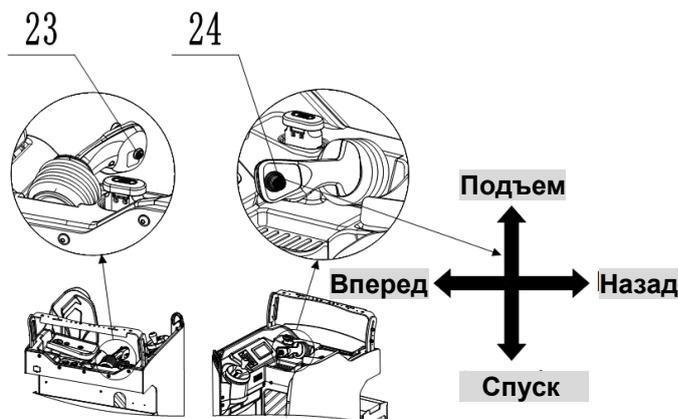
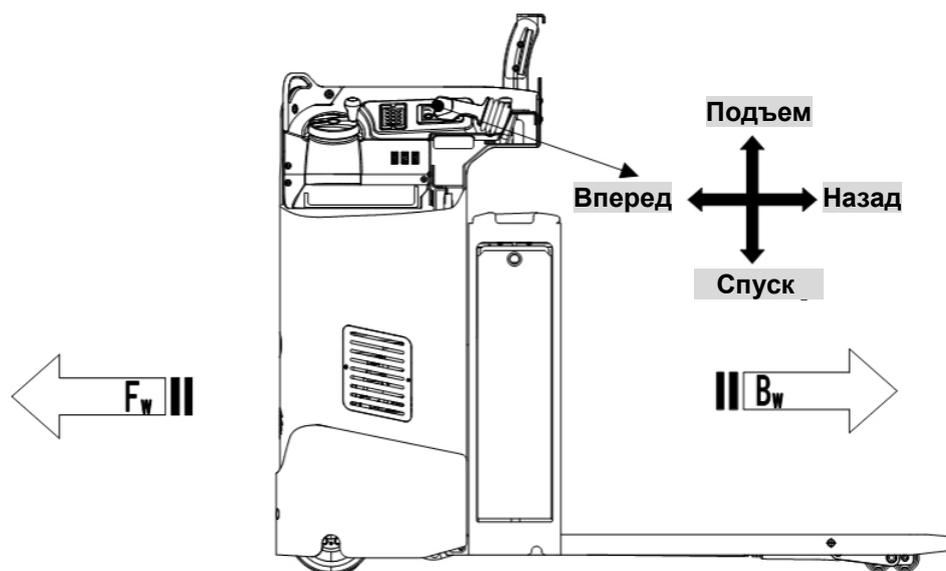

Рис.7: Джойстик управления
Рис. 9: Направления движения
Нажмите на кнопку (рис. 7, поз. 23) для проверки работы звукового предупреждающего сигнала.
Для осуществления подъема груза необходимо полностью подъехать под поддон с грузом, отклонить рычаг управления на джойстике (рис. 7, поз. 24) вверх и удерживать, пока не будет достигнута нужная высота подъема.
Для опускания вилок необходимо отклонить рычаг управления на джойстике (рис. 7, поз. 24) вниз и удерживать. Опускайте груз, пока вилы не освободятся от паллета, затем аккуратно переместите тележку от груза.
Введите ПИН-код (рис. 1, поз. 7) для запуска тележки. Отклоните рычаг управления на джойстике (рис. 7, поз. 24) в нужном направлении «вперед» («Fw», рис. 9) или «назад» («Bw», рис. 9).
Контролируйте скорость передвижения с помощью рычага управления на джойстике (рис. 7, поз. 24) для достижения требуемой скорости.
- Переключение рычага управления (рис. 7, поз. 24) в начальное положение или освобождение рычага активирует систему торможения. Тележка тормозит до полной остановки.
- При переключении рычага управления (рис. 7, поз. 24) из положения «движение в одном направлении» в положение «движение в противоположном направлении», тележка постепенно тормозит, пока не начнет движение в противоположном направлении.